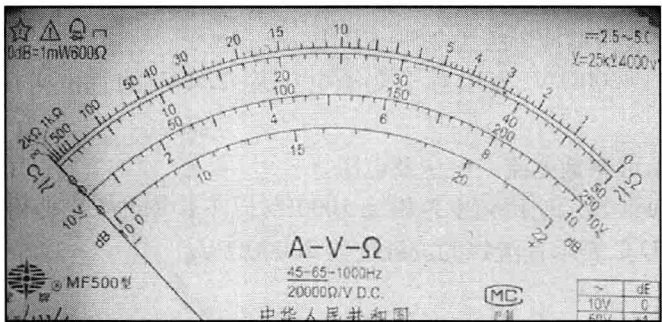

图 0-11 刻度盘
表头的灵敏度是指表头指针满刻度偏转时流过表头的直流电流值，这个值越小，表头的灵敏度越高；测电压时的内阻越大，其性能就越好。表头上有 4 条刻度线（见图 0-11），它们的功能如下。
(2) 万用表符号含义（见图 0-11）
- ① ☆表示出厂绝缘测试电压等级。
- ② △表示需特别注意。